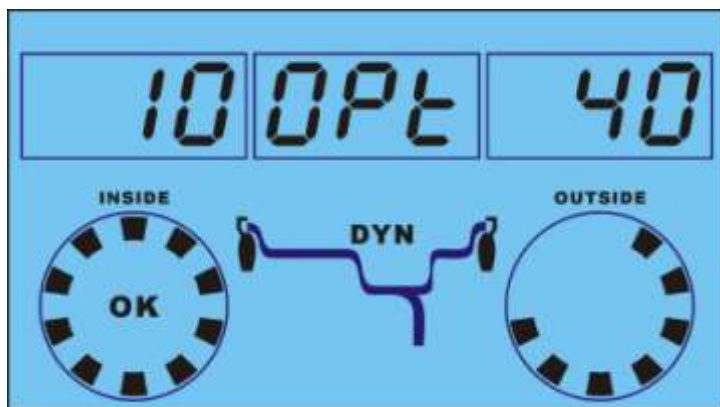

Fig. 4
4.7. Otáčejte kolem proti směru hodinových ručiček dokud displej nesignalizuje polohu pro umístění závaží na vnější stranu. V této poloze kolo zastavte a aplikujte závaží zobrazené hodnoty na pozici 12 hodin, dle obr. **Fig.4**.